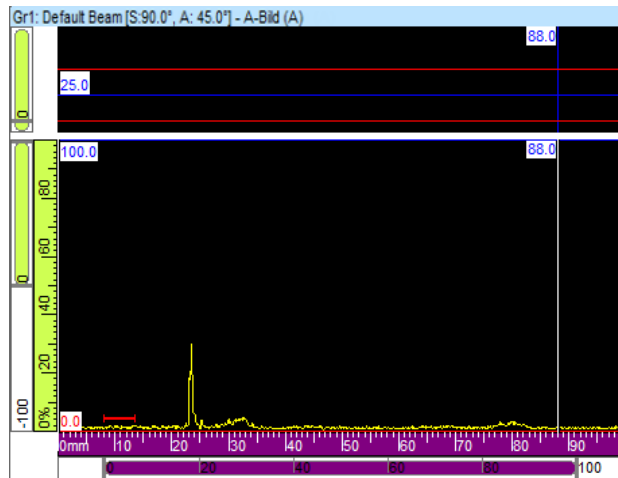

Abbildung 4-29 A-Bild vor dem Hinzufügen des ersten TCG-Punkts
4. Bewegen Sie den Sensor, um gut definierte Echos im A-Bild zu erhalten (siehe Abbildung 4-29 auf Seite 270).